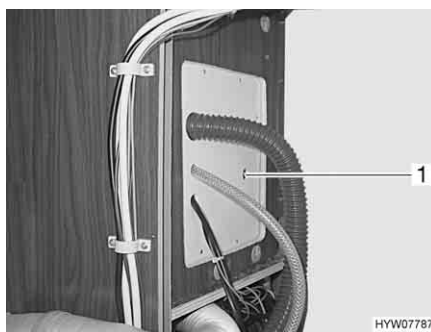

Bild 154 Sicherung der Toilette mit Fäkalientank
- Die Sicherung (Bild 154,1) mit einem geeigneten Hilfsmittel durch die Bohrung in der Abdeckplatte herausziehen und wechseln.